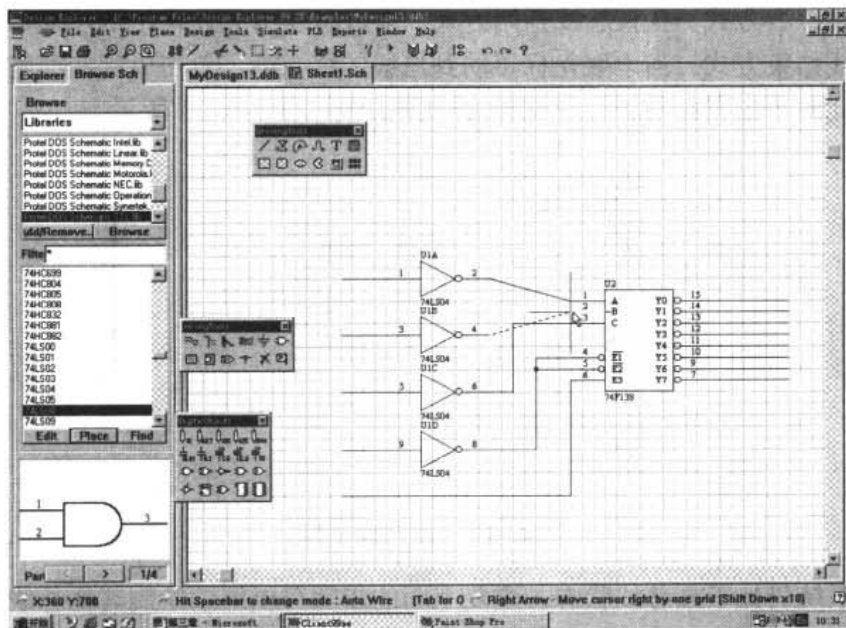

图 4-29 绘制导线后的原理图
- (1) 单击电路绘图工具栏 PlaceWire 按钮 ，或执行菜单命令 Place|Wire，或按下 Alt+P+W 键，即进入画导线状态，工作窗口下部的状态栏指示当前的命令执行状态为画导线以及画导线的方式，可用快捷键及光标设置。此时的光标也从箭头变成了十字光标。
- (2) 确定导线设置方式。一般来说，可选用 Any Angle（斜线）方式。移动十字光标，此时浮动导线段的终点附在光标上也跟着光标移动，显示结果如图 4-29 中 U1A.2 脚到 U2.1 脚所示。按下空格键，设置导线方式转换为自动画线方式，如图 4-29 中 U1B.4 脚到 U2.2 脚所示。此种方式下十字光标带出的为虚斜线，最终画出的导线将绕过其间的障碍物；继续按下空格键，导线放置方式将转换到垂直导线开始方式、垂直导线结束方式、45 度导线开始方式和 45 度导线结束方式，再按空格键又回到斜线方式。